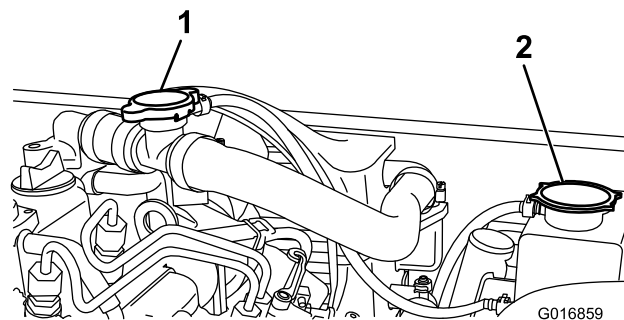

Figura 62
2. Retira o tampão de enchimento (Figura 62) e encha com líquido de arrefecimento.
3. Volte a colocar o tampão de enchimento e retire a tampa do depósito de expansão (Figura 62).
2. Retire a tampa do depósito de expansão (Figura 62).